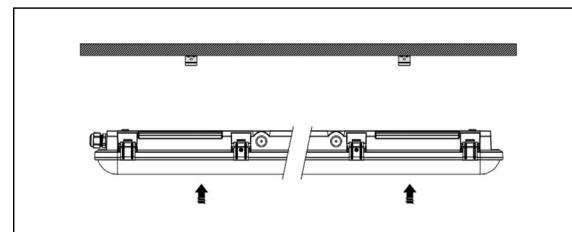

Рис. 2
5.7 Закрепите скобы на поверхность установки и защелкните в скобы осветительный прибор (рис. 2).